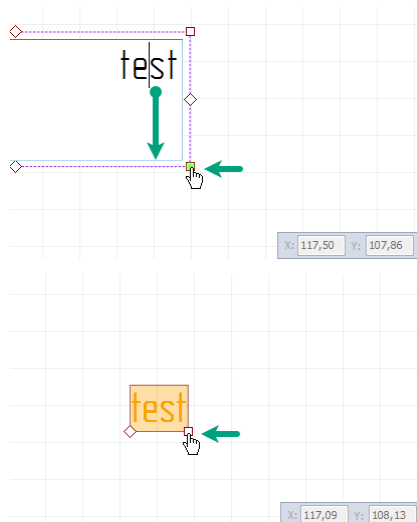

Рис. 335 Итоговое расположение текста
2. После выхода из режима редактирования текст будет перемещен и расположен согласно отображенной точке, см. Рис. 335.